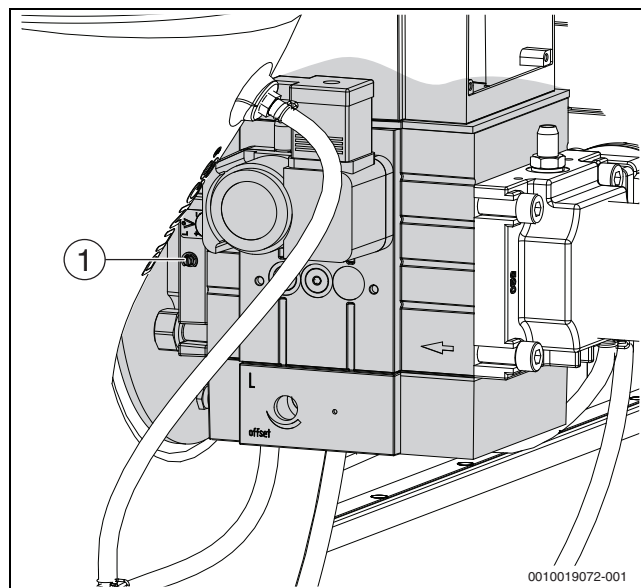

Рис. 23 Настройка CO₂ при полной нагрузке
- ▶ При значении CO₂ меньше 8,5 % или больше 9,6 % скорректируйте настройку с помощью регулировочного винта макс. нагрузки на 9,1 % (→ рис. 23).